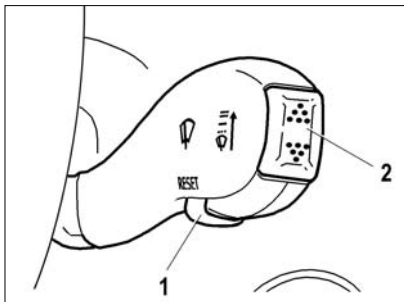

Рис. 30. Клавиши подрулевого переключателя
- клавиша 1 «Reset» (рис. 30);